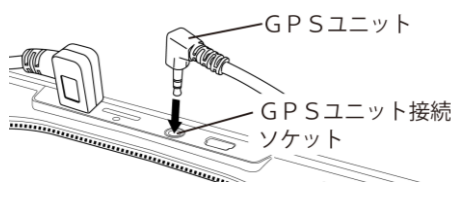

図10
- 6) GPSユニットのプラグをGPSユニット接続ソケットへ差し込み、GPSユニット本体は液晶モニターから距離を取り、ダッシュボードの上などの水平な場所へ、ユニット裏面の両面テープを使用して取り付けしてください(図10、11参照)。